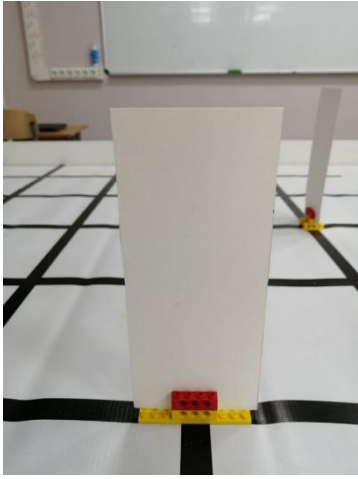

Рисунок2.
1. Балка с шипами 1x4 – 6 шт. (смотрите рис. 2).